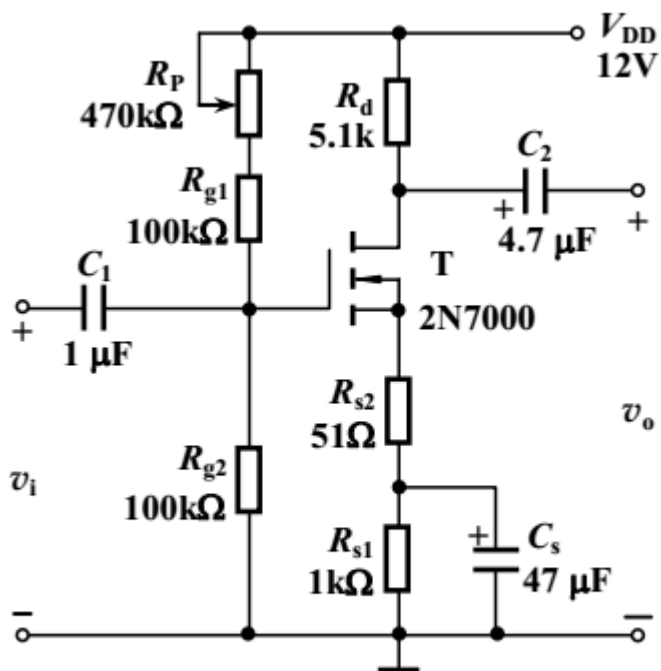

图 3.3.6 共源极放大电路
- 图3.3.6为N沟道增强型MOSFET共源极放大电路，其静态工作点可由下式估算：
- 按照图3.3.6连接实验电路图